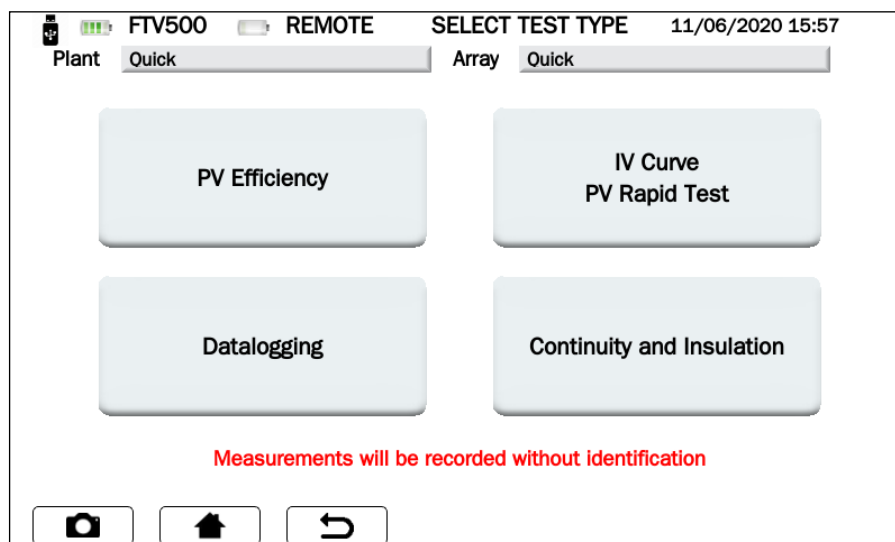

Figure 14.7-6 Sélection du type de test (dans Mesure rapide)
**IMPORTANT :** La réalisation de ce test en mode Rapide (voir paragraphe 14.7 figures 14.7-6) où les données de base sont manquantes, ainsi que toute référence à une installation ou à un module photovoltaïque ne permet pas de calculer les rendements Prp, AC DC. Les seules données visibles seront celles relatives aux mesures effectuées.
En partant de la Figure 14.7.6 et en appuyant sur le bouton **Efficacité PV**, un écran permettant de synchroniser l'appareil avec le REMOTE UNIT s'affiche :